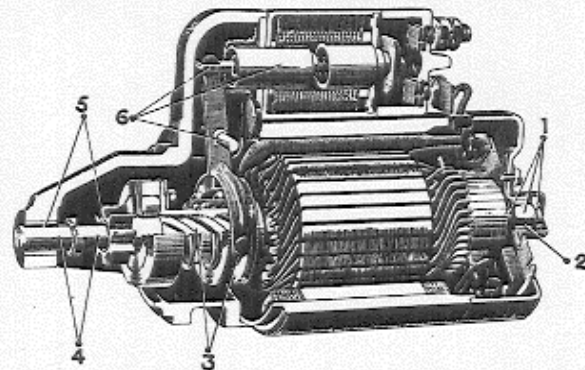

Abb. 3-20 Schmierplan für Anlasser
1. Teile des Anlassers entspr. der Legende zur Abb. 3-20 schmieren.